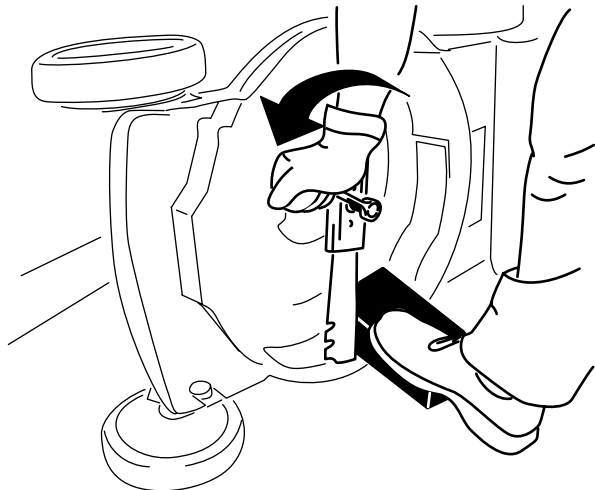

Figure 29
3. Immobilisez la lame avec un morceau de bois (Figure 29).
4. Déposez la lame et conservez les fixations (Figure 29).